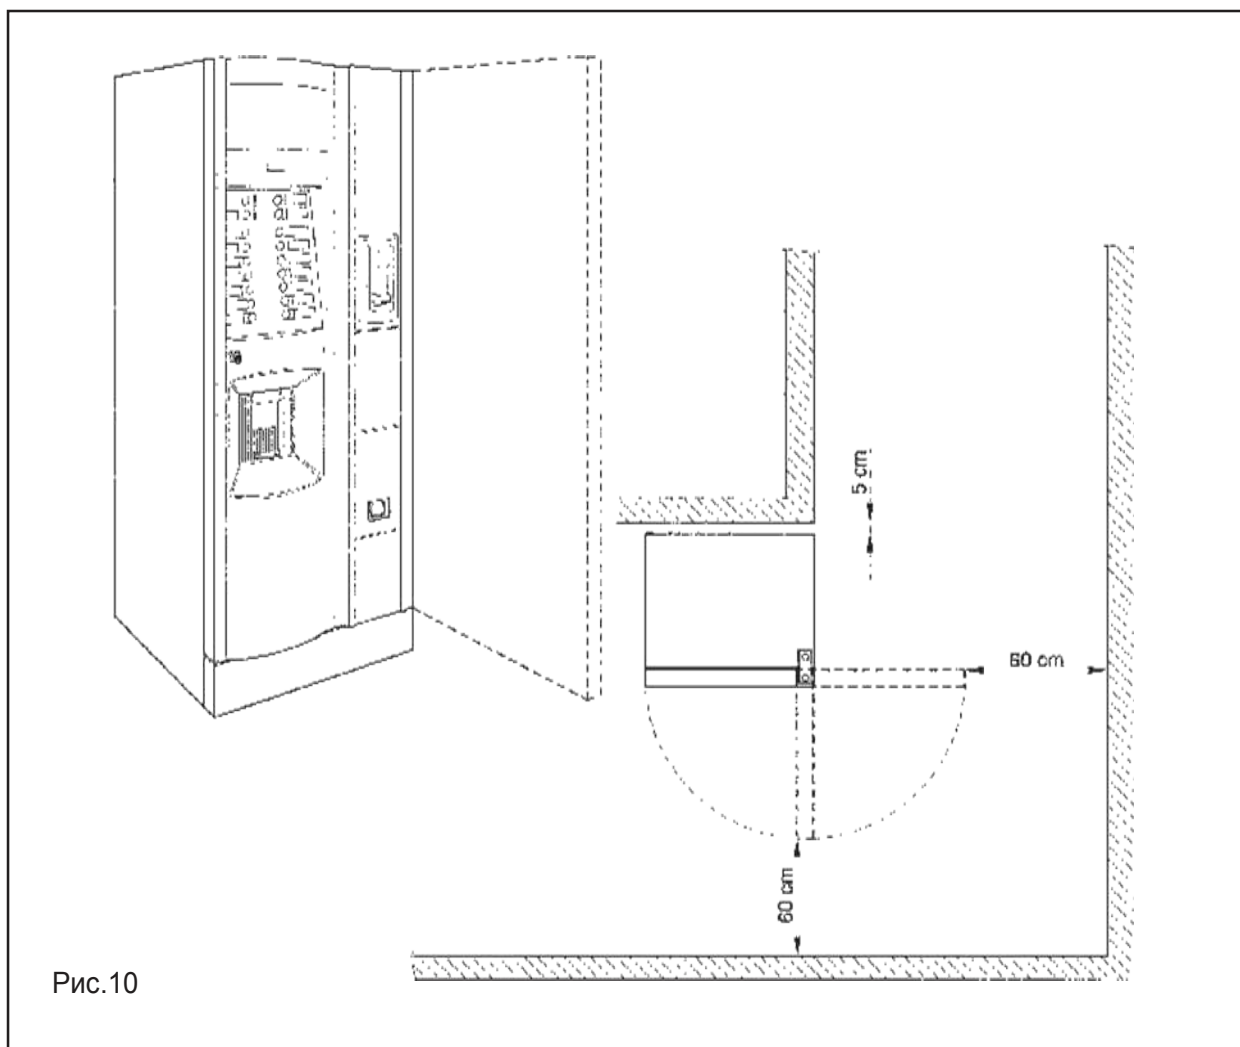

Рис.10
- при размещении близко к стене минимальное расстояние до нее должно быть 5 см (Рис. 10) для обеспечения вентиляции. Никогда не накрывайте ТА тканью или аналогичными материалами.
**Компания SAECO International Group** не несет никакой ответственности за неудобства в связи с несоблюдением правил установки. При установке в коридорах для эвакуации убедитесь, что автомат при открытой дверце оставляет достаточно места для прохода людей (Рис. 10).